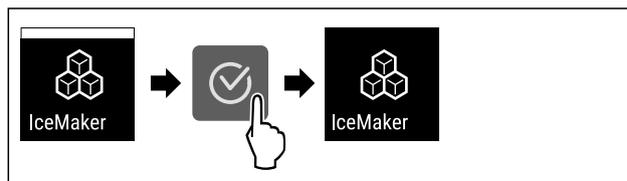

Fig. 21
- ▶ Suivre les étapes (voir Fig. 21) .